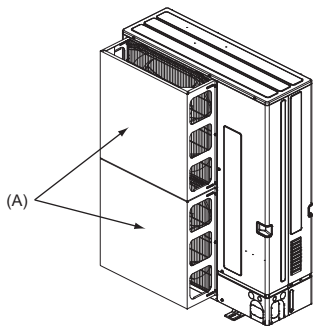

Fig. 2-4
- Si la unidad está situada en un lugar expuesto a vientos fuertes como huracanes que puedan entrar en la salida de aire, coloque una guía de protección de aire opcional. (Fig. 2-4)